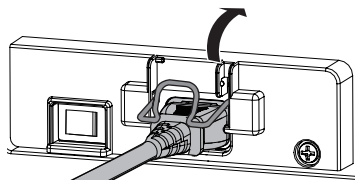

Fig.1
- 2) Sollevare il supporto del cavo di alimentazione che fissa il cavo di alimentazione. (Fig. 1)